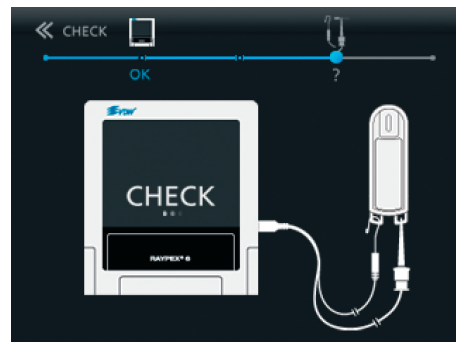

Fig. 33 Collegamento di morsetto per lima e clip labiale al tester
- Collegare il morsetto e la clip (o un secondo morsetto per lima) alle strisce metalliche del tester come mostrato sul display (Fig. 33).